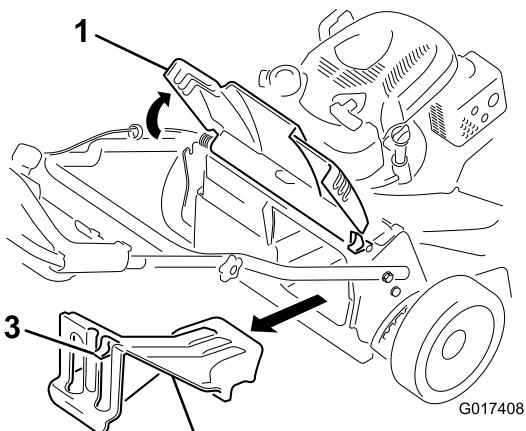

Рисунок 25
- Поднимите и удерживайте задний отражатель (Рисунок 25).
- Снимите заднюю выпускную пробку, нажав вниз на защелку большим пальцем и вытянув пробку из машины (Рисунок 25).